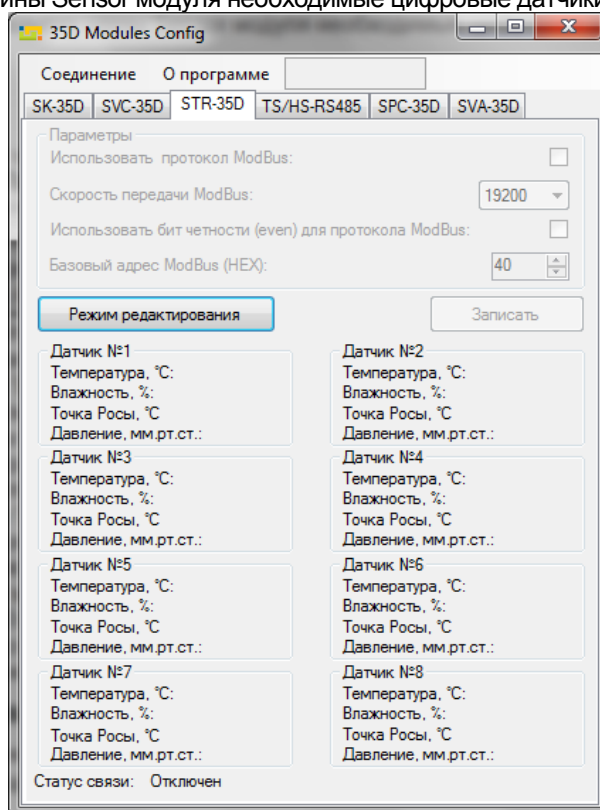

Рисунок 4 – Внешний вид окна ПО 35D\_config.exe
- в открывшемся окне (см. рисунок 4) перейдите на вкладку STR-35D;
**ВНИМАНИЕ!** В течение 3-х секунд после подачи питания на вход, модуль работает по протоколу IM, не зависимо от того, разрешена работа по протоколу ModBus RTU или запрещена (пункт “Использовать протокол ModBus” (см. рисунок 4)).